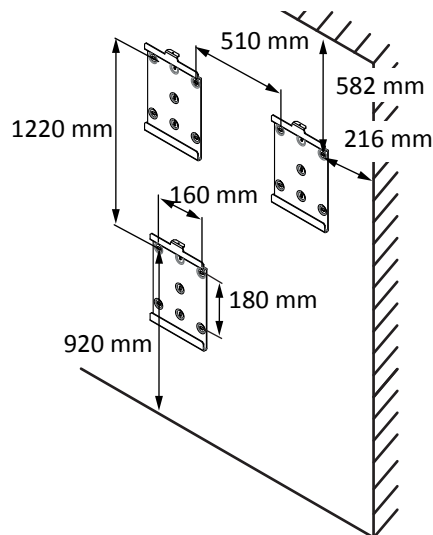

Abb. 8: Wandmontage
- Mindestabstände bei der Montage: [Siehe Abbildung 8] [► Seite 44]